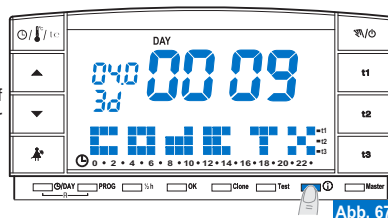

Abb. 67
- Drücken Sie auf dem vorhergehenden Bildschirm (Abb. 65) erneut die Taste : auf dem Display erscheint die Seriennummer, die von der Raumthermostatur bei jeder Datenübertragung mit übertragen wird (Beispiel Abb. 67).